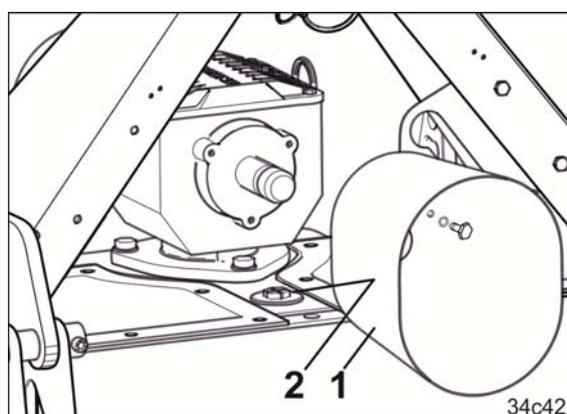

Fig. 180
2. Dévisser la tête de protection (Fig. 180/1).
3. Ouvrir le bouchon d'étanchéité (Fig. 180/2).